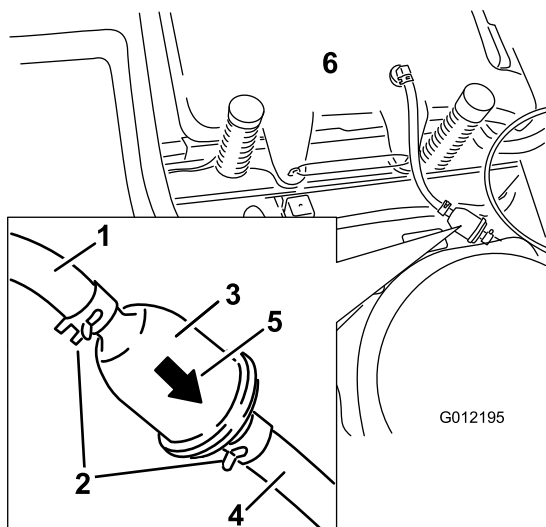

Figura 36
4. Premete le estremità delle fascette stringitubo ed allontanatele dal filtro (Figura 36).
6. Montate un nuovo filtro con la freccia della direzione del flusso proveniente dal serbatoio del carburante e rivolta verso il motore. Spostate le fascette stringitubo in prossimità del filtro (Figura 36) per bloccarlo.